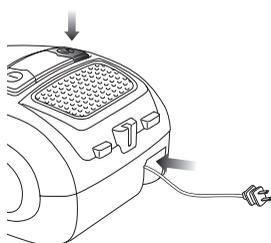

Fig. 3
**2** Pour rembobiner le cordon d'alimentation, appuyez sur le bouton de rembobinage. (Fig. 3) Si le cordon ne se rétracte pas complètement, ressortez-le et appuyez de nouveau sur le bouton de rembobinage.